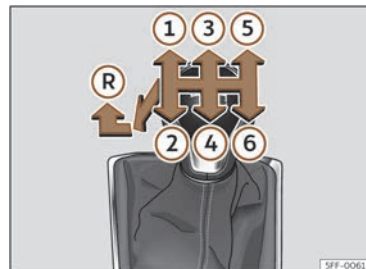

Fig. 115 Esquema d'un canvi manual de 6 marxes.
A la palanca de canvis s'indiquen les posicions de les marxes >>> **fig. 115**.
- Amb la palanca de canvis en punt mort, pressioneu-la cap avall, moveu-la a l'esquerra fins al final i després cap endavant per seleccionar la marxa enrere >>> **fig. 115** .